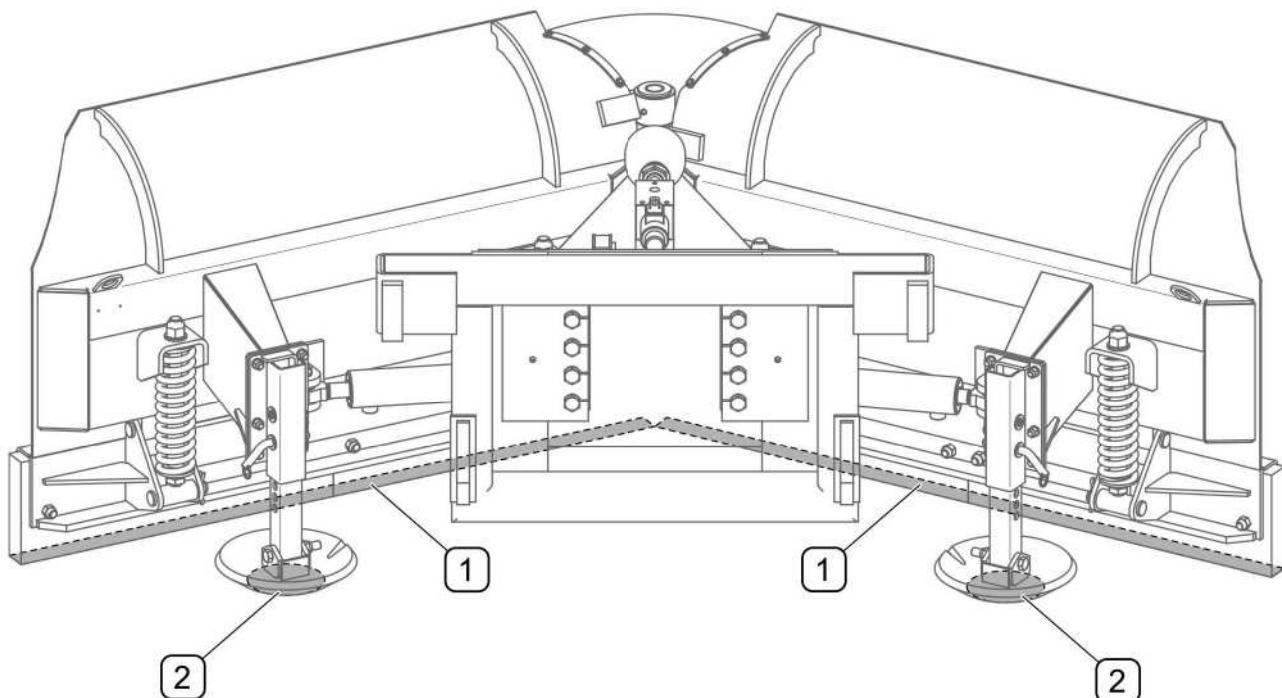

РИСУНОК 4.10 Положение плуга после отсоединения от транспортного средства
- развернуть отвалы плуга назад (РИСУНОК 4.10)
- отсоединеный от трактора (транспортного средства) плуг должен опираться на нижние кромки отвалов (1) и скользуны (2) или ходовые колеса (опция) (РИСУНОК 4.10)